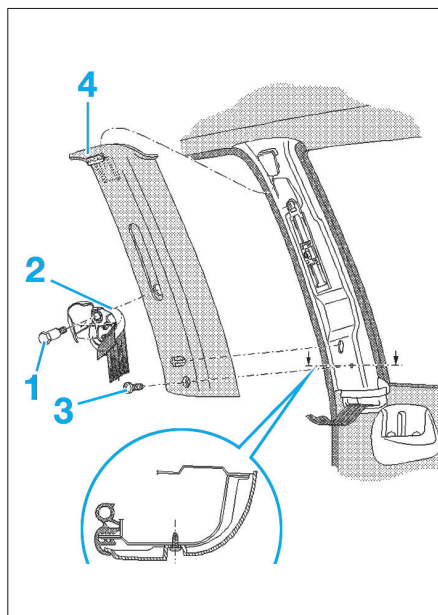

Fig. 15
- Dévisser la vis de fixation (1) de la ferrure d'inversion de la ceinture de sécurité (2) (Fig.15).
- Déposer la ferrure d'inversion de la ceinture (2).
- Desserrer la vis de fixation inférieure (3) du revêtement supérieur du montant pied de 2^e rang (4).
- Déposer le revêtement supérieur du montant pied de 2^e rang (4).